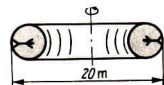

Bild 23
3.22 Der Durchmesser einer Raumstation der Zukunft (Bild 23) betrage 20 m. Berechnen Sie 1. die Drehzahl, mit der die Station rotieren muß, wenn am „Boden“ die Radialbeschleunigung ein Drittel der Erdbeschleunigung betragen soll, 2. um wieviel Prozent die Radialbeschleunigung am Kopf eines 1,80 m großen „aufrecht“ stehenden Menschen geringer ist als an seinen Füßen.